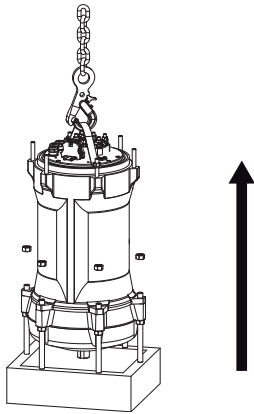

Imagen 16: Retirar el alojamiento del motor (J 205, J 405)
**J 205:** Coloque un cable/cadena de elevación con dos tornillos en la parte superior del alojamiento del motor y manténgalo en posición vertical asegurado con la grúa. Desenrosque las tuercas que sujetan el alojamiento del motor/cámara de aceite y saque el alojamiento del motor. (Desconecte el conductor del detector de fugas.) (Imagen 16)
**J 405:** COLOQUE LA MANIVELA DE NUEVO EN EL ALOJAMIENTO DEL MOTOR. Use una grúa de elevación para subir la bomba por el asa y situarla en posición vertical apoyándola sobre los tornillos prisioneros. Desenrosque las tuercas que sujetan el alojamiento del motor (use una abrazadera para tubos para sujetar los tornillos prisioneros del difusor) y eleve el alojamiento del motor separándola del rotor/cámara del aceite. (Desconecte el conductor del detector de fugas.) (Imagen 16)